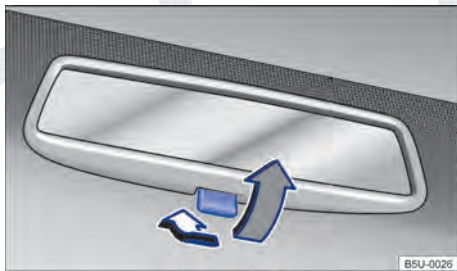

Fig. 76 No para-brisa: espelho retrovisor interno com antiofuscante manual.
- Posição noite: puxar a alavanca ⇒ Fig. 76 (seta cinza), para evitar o ofuscamento dos faróis dos veículos que trafegam atrás.
Legenda para ⇒ Fig. 76: